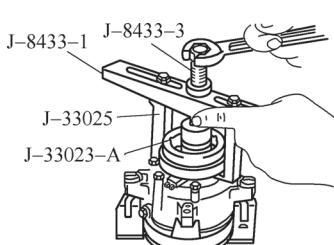

图 5-83 离合器线圈的拆卸
- ①从车上拆下压缩机。
- ②拆出离合器盘和毂总成。
- ③拆出离合器转子和轴承。
- ④安装专用工具如图 5-83 所示。
- ⑤拆出离合器线圈。